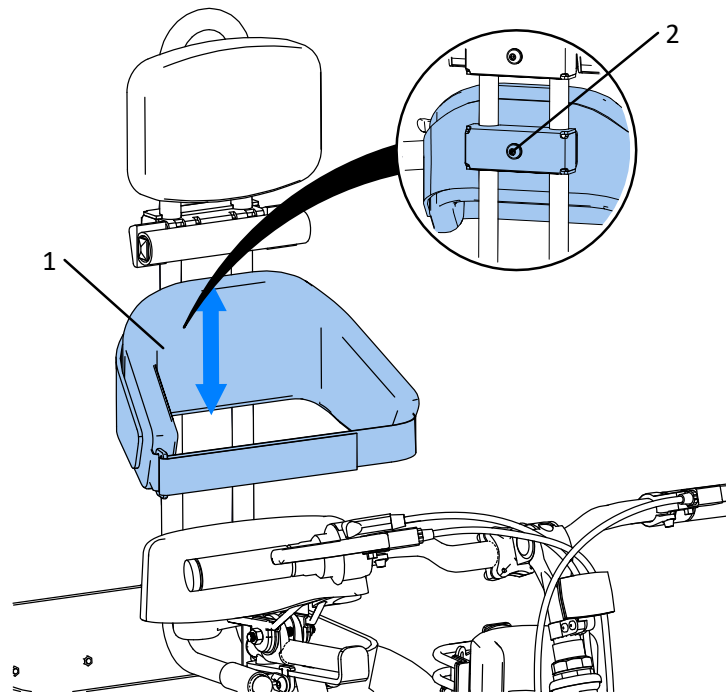

Abb. 29
Die flexible Rückenstütze (1) Abb. 29 ist aus flexiblen Materialien gefertigt. Dadurch passt es sich der Form des Rückens an und stützt den gesamten Umfang des gestützten Körpers. Die Position der flexiblen Rückenstütze kann entlang der Rückenstütze in der Höhe verstellt werden. Lösen Sie dazu die Schraube (2). Sobald die Höhe der Halterung eingestellt ist, ziehen Sie die Schraube (2) fest.